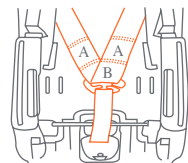

Fig. 28-3
8. Vuelva a ensamblar los tirantes del arnés en la placa reguladora del cinturón. Primero se debe volver a ensamblar el tirante izquierdo del arnés en la placa reguladora del cinturón y luego el tirante derecho del arnés (Fig. 28-3). Usted tiene dos posiciones del ajuste respecto al arnés. Utilice la posición A para un niño más pequeño, y coloque B para un niño más grande.